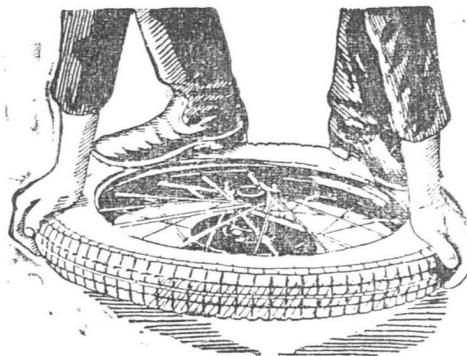

Рис. 36
**Снятие покрышки.** Перед снятием покрышки необходимо выпустить из камеры весь воздух. Отвернув гайку вентиля, обеими ногами наступить на покрышку с одной стороны и вдавить ее в углубление на ободе. (Рис. 36). Одновременно двумя специальными лопатками поднять покрышку через край обода с противоположной стороны. Перебирая лопатками, приподнять покрышку по всему ободу. Сняв таким образом борт покрышки, вынуть камеру.